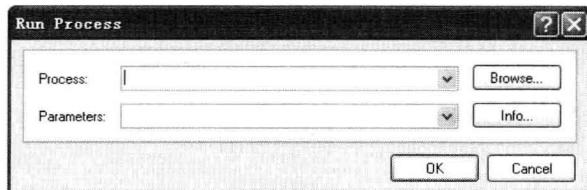

图 1-5 “Run Process”对话框
- ◆ “Run Process”（运行进程）命令：提供了以命令行方式启动某个进程的功能，可以启动系统提供的任何进程。单击该命令将弹出如图 1-5 所示的“Run Process”（运行进程）对话框，单击其中的“Browse”（浏览）按钮将弹出“Process Browser”（进程浏览器）对话框。